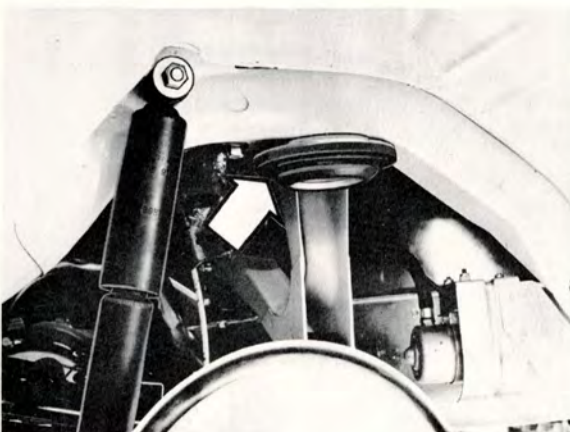

Bild 7-5.
4. Demontera fjäderns nedre fästmutter (2).
6. Kontrollera att gummimellanlägget är helt (bild 7-5).